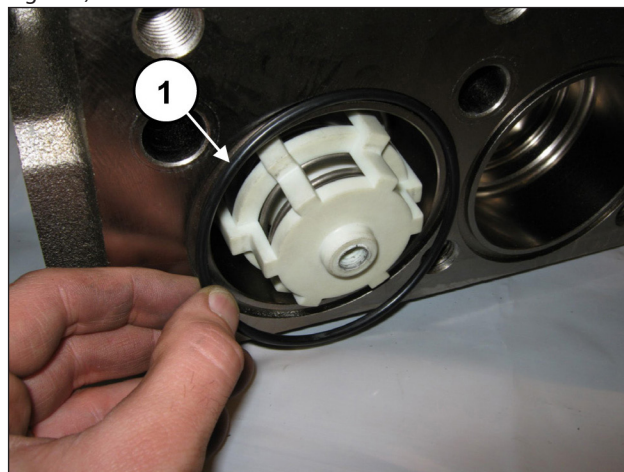

Fig. 151
Applicare l'O-ring frontale alle valvole di aspirazione (pos. ①, Fig. 151).